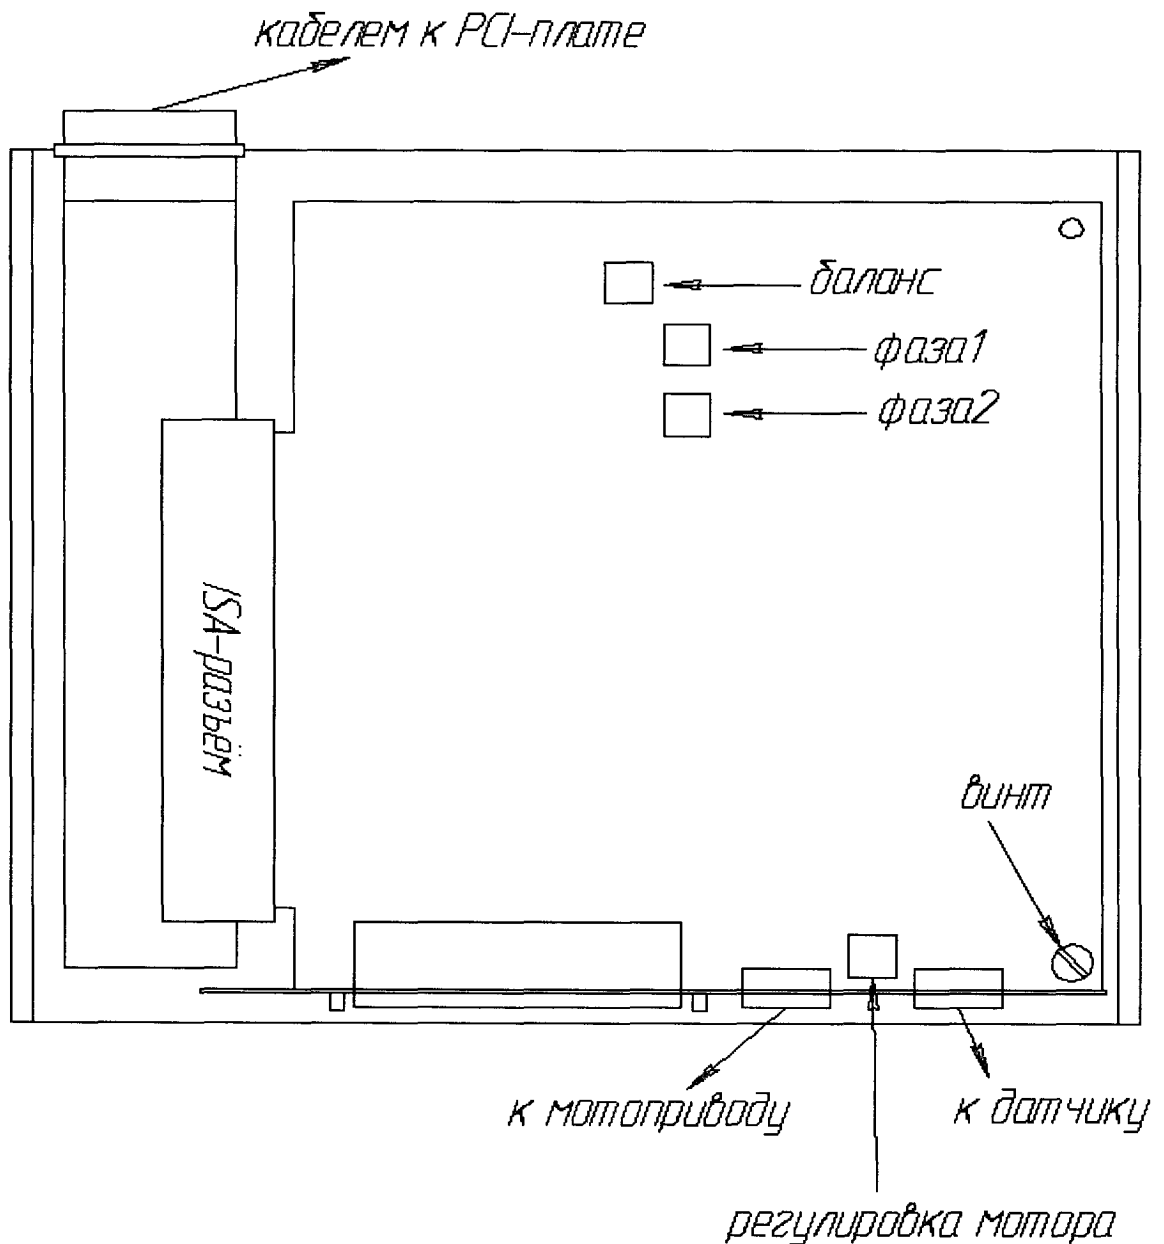

Рис.5. Вид на плату, установленную в выносном блоке
**7.3.3. В случае установки нового датчика** сначала необходимо попробовать настроить его нуль без регулировки ISA-платы. Для этого надо опустить датчик на установленную на бок призму так, чтобы тело датчика было параллельно призме (между ними был равномерный зазор), и бегунком «установка «0» в окне программы профилометра установить индикатор в зеленый сектор. Только в том случае, если это сделать невозможно, придется под новый датчик подстроить ISA-плату. Оставив датчик в том же положении параллельности призме, в окне программы необходимо установить курсор подстройка «0» в среднее положение, шкалу 25 мкм по Ra, и регулировкой подстроечного резистора на ISA-плате («баланс» по рис.5 - самый дальний от разъемов подстроечный резистор) добиться среднего положения индикатора в зеленом диапазоне (район метки).